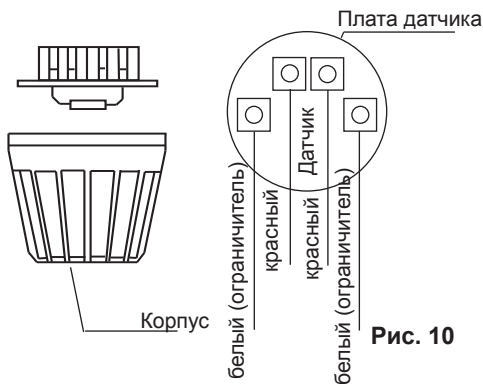

Рис. 10
3. Проденьте проводку датчика через отверстие и закройте проводку датчика согласно рис. 10.
4. Проводку ограничителя (белая) и датчик температуры (красный) подключите на клеммы платы датчика согласно рис. 10. После этого вставьте до щелчка плату датчика в корпус.